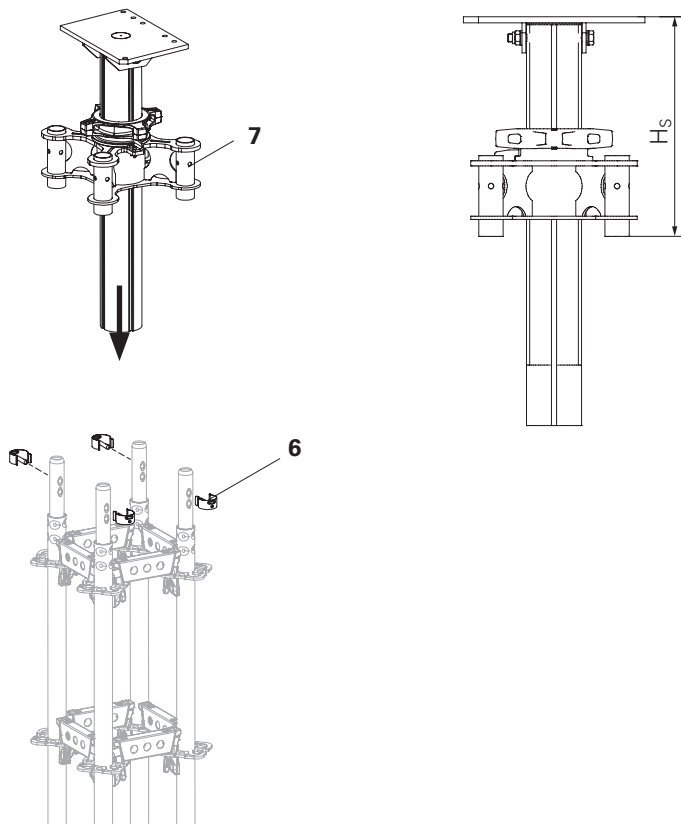

Fig. A1.06
2. Collegare saldamente i montanti UVR-2 e l'albero di testa con i perni di bloccaggio Ø 48/57 (**6**). (Fig. A1.06)